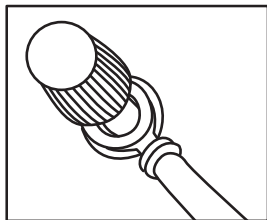

Abb. 1
- Lösen Sie die rote Mutter 16 am Spannungswandler 1. Führen Sie die rote Gabelöse des Kabels mit 12-V-Kfz-Zigarettenanzünder-Stecker 12 mit der Öffnung über den Schraubanschluss 7 (siehe Abb. 1). Achten Sie darauf, dass die Unterlegscheibe zwischen Gabelöse und Mutter 16 liegt.
(siehe Abb. 1). Achten Sie darauf, dass die Unterlegscheibe zwischen Gabelöse und Mutter **17** liegt.
- Lösen Sie die rote Mutter **16** am Spannungswandler **1**. Führen Sie die rote Gabelöse des Kabels mit Anschlussklemme rot **10** über den 12-V-Schraubanschluss **7** (siehe Abb. 1). Achten Sie darauf, dass die Unterlegscheibe zwischen Gabelöse und Mutter **16** liegt.
- Lösen Sie die schwarze Mutter **17** am Spannungswandler **1**. Führen Sie die schwarze Gabelöse des Kabels mit Anschlussklemme schwarz **11** über den Schraubanschluss **8** (siehe Abb. 1). Achten Sie darauf, dass die Unterlegscheibe zwischen Gabelöse und Mutter **17** liegt.